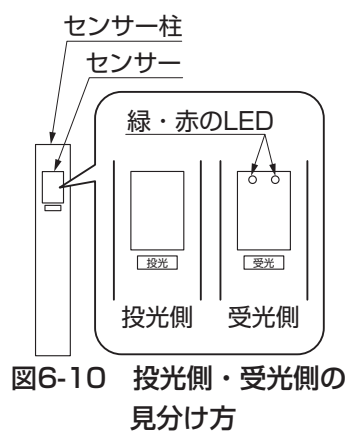

図6-10 投光側・受光側の見分け方
- センサー柱の投光側と受光側の見分け方は図6-10を参照してください。